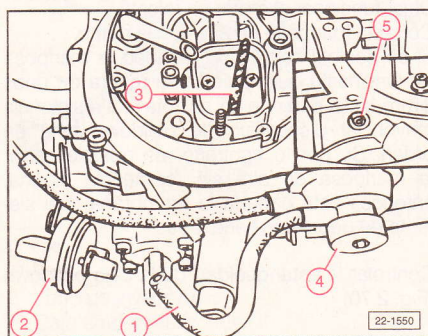

Fig. 2.72
Retirar el tubo flexible (1) de la válvula temporizadora en función de la temperatura (2) (no cerrar el tubo flexible) (Fig. 2.72). Conmutar el instrumento de comprobación de depresión a paso libre y generar depresión hasta que la mariposa se detenga en una posición. Controlar la cota de abertura con un calibrador de surtidores o con una broca (3) (Fig. 2.72). (Valor teórico: $1,6 \pm 0,10$ mm). En caso necesario, ajustar con el tornillo de hexágono interior (4) (Fig. 2.72). NOTA.- Si fuese necesario, bombear después de cada operación de ajuste.
Cerrar el tubo flexible (1) (Fig. 2.72) y generar una depresión de aprox. 500 mbar. Medir la cota de abertura (Valor teórico: $2,8 \pm 0,15$ mm). En caso necesario, ajustar con el tornillo (5) (Fig. 2.72).
Desmontar la válvula temporizadora (1) y conectar el tubo flexible auxiliar (2) (para aspirar) y los cables auxiliares de V.A.G. 1594 (para conexión de la batería) (Fig. 2.72).